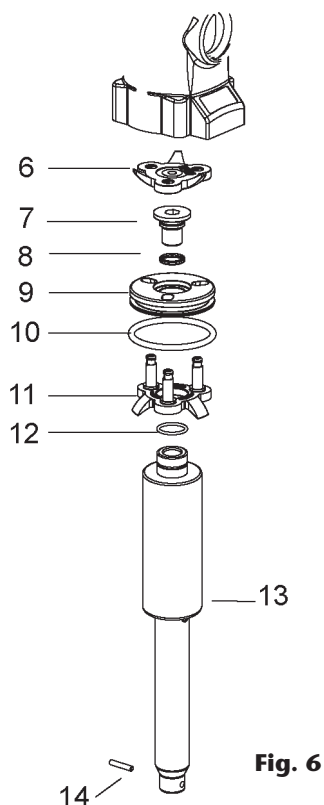

Fig. 6
- Dévissez le tuyau d'aspiration en faisant attention de ne pas endommager le joint torique (24).
- Retirer la broche (14) pour séparer la partie inférieure de la pompe. (Voir Figure 6).
- Dévissez les vis (22) et tirer la culasse jusqu'à ce que toutes les parties du corps du moteur d'air soient séparées.
- Remplacer les pièces (18) et (15) si nécessaire.